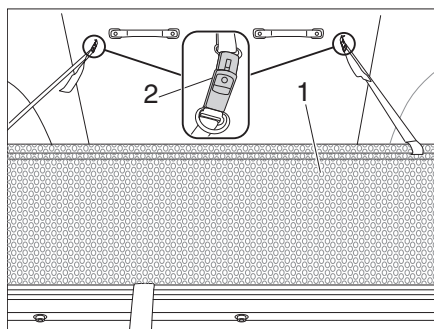

Figure 21 Dispositif de protection contre les chutes
- Retirer la protection antichute (Figure 21,1) de dessous le matelas.
- Fixer la protection antichute au toit relevable à l'aide d'une boucle de sangle (Figure 21,2).
- Enlever la boucle de sangle (Figure 21,2).
- Ranger la protection antichute (Figure 21,1) sous le matelas.